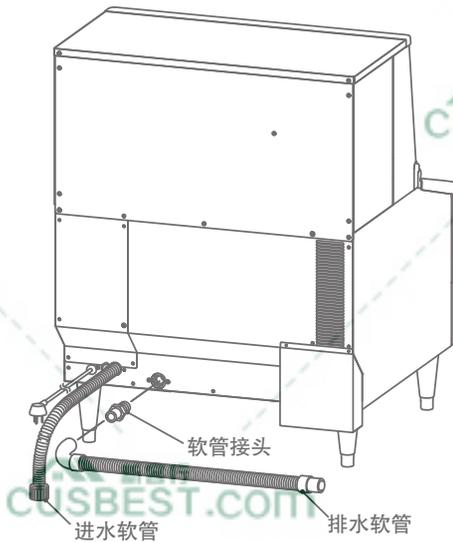

图 3
- 2) 在软管接头周围缠绕 PTFE 胶带，将软管接头拧入制冰机的排水口。如图 3 所示，将附件中的灰色挠性排水软管与软管接头连接。可根据主排水口的位置将排水管切短为合适的长度。为防止漏水，请使用软管卡箍将排水软管固定到排水口处。